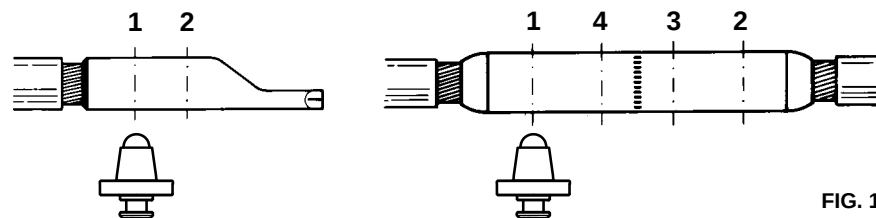

FIG. 1
- Insérer le poinçon **PS 130.../E** (92) dans l'adaptateur **AU 231-PS/E** (90) en appuyant sur le petit ergot de déblocage de la matrice (83) et le faire glisser jusqu'à ce qu'il soit bloqué par l'ergot (84).
- Insérer le connecteur dans la matrice coquille (93) en plaçant cas par cas la matrice à l'intérieur de l'adaptateur en la poussant pour la bloquer en position de fonctionnement qui est donnée par l'accouplement des rainures supérieures présentes sur la matrice avec les vis sans tête disposées à l'intérieur de l'adaptateur.
- En actionnant la pompe, commencer à sertir le connecteur en partant, pour les manchons, de l'extrémité vers l'intérieur et, pour les cosses, de l'extrémité vers la plage (voir fig. 1).